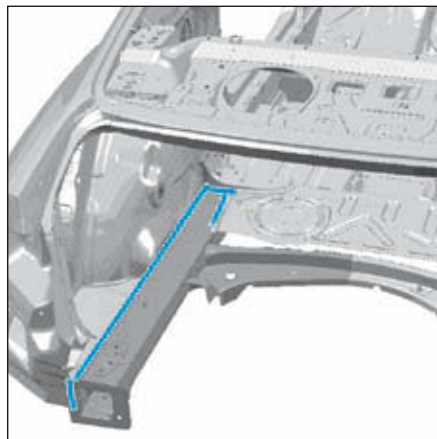
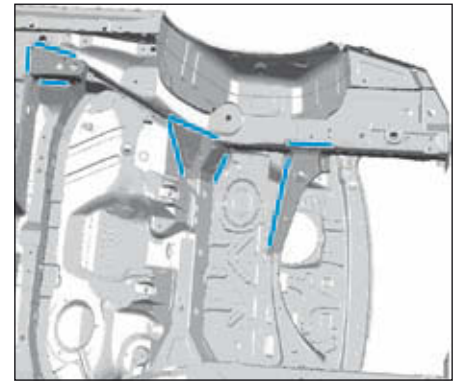
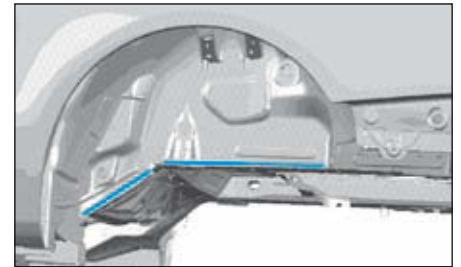

FIG. 150
FIG. 151
FIG. 152
- Détacher l'assemblage d'origine (Fig.150), (Fig.151) et (Fig.152).